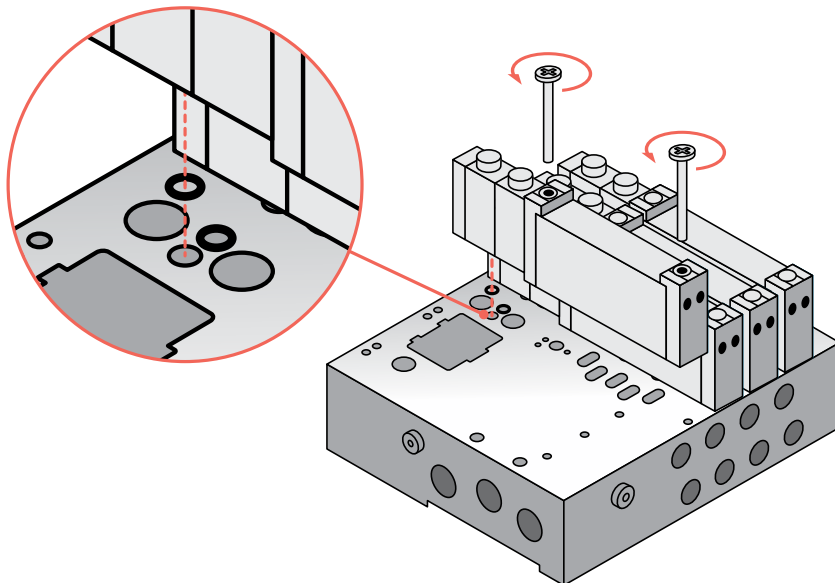

Рисунок 12 - Демонтаж распределителя
**i** **ВНИМАТЕЛЬНО**, осмотрите монтажное место снятого распределителя (модуля или заглушки) на пневмоострове на наличие резиновых уплотнений. При демонтаже уплотнения могут остаться в основе пневмоострова (см. рисунок 12), необходимо их извлечь и установить на демонтированный распределитель (модуль или заглушку).